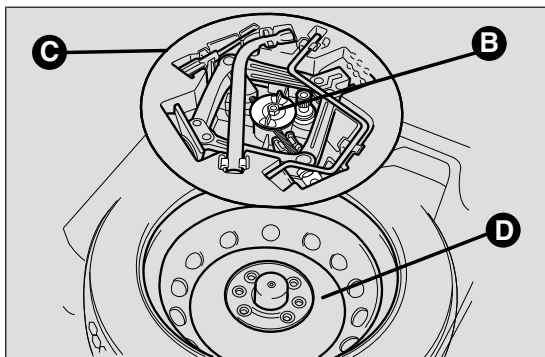

fig. 97
- ☐ Retirar los tornillos de fijación B fig. 97
- ☐ retirar la caja de herramientas C fig. 97 y colocarla al lado de la rueda que se debe reemplazar;
- ☐ retirar la rueda de repuesto D fig. 97;
- ☐ colocar la rueda de repuesto D fig. 97 en el lugar correspondiente del maletero;